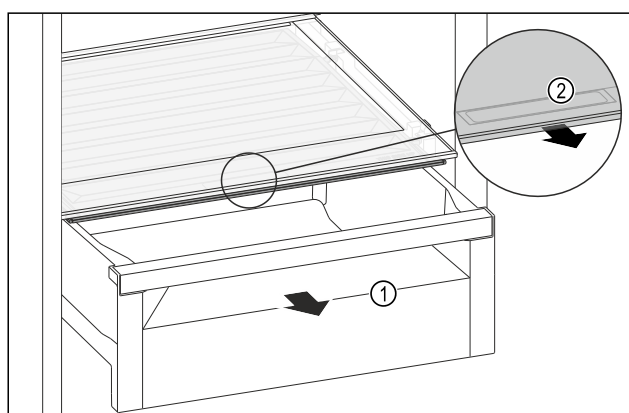

Fig. 159
- Schubfach Fig. 159 (1) herausziehen.
- Griffmulde Fig. 159 (2) am Fachdeckel anfassen und Fachdeckel gleichzeitig nach vorne ziehen.